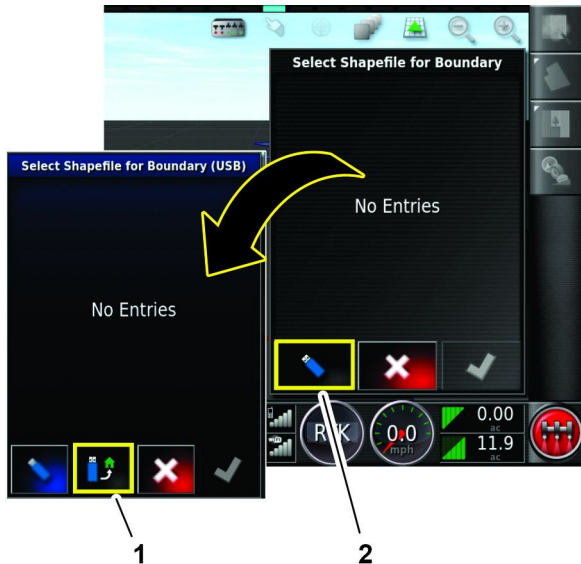

Figura 74
5. Na caixa de diálogo “selecionar arquivo shapefile para limite”, pressione o ícone ALTERNAR PARA USB (Figura 74).
6. Na caixa de diálogo “selecionar arquivo shapefile para limite (USB)”, pressione o ícone IMPORTAR DE USB (Figura 74).